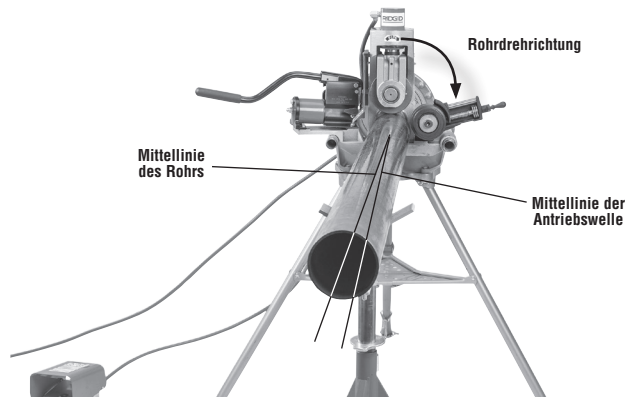

Abbildung 2 - Versetzen des Rohrs um 1/2° in Richtung Bediener, (übertrieben)
2. Versetzen Sie das Rohr und die Rohrstützer um ca. 1/2 Grad (ca. 1" bei 10 Fuß vom Rollnutgerät) in Richtung des Bedieners. Eine korrekte Ausrichtung des Rohrs und des Rollnutgeräts trägt dazu bei, dass das Rohr während des Nutens richtig geführt wird (siehe Abbildung 2). Dies ist der richtige Versatz für das Nuten mit der Maschine in der REV-Schalterstellung und funktioniert mit dem Stabilisator.